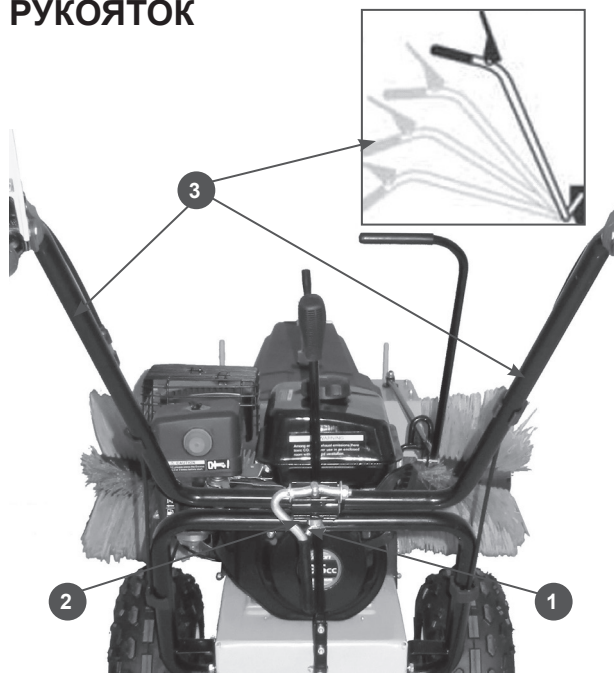

Рис.6
Перед началом работы отрегулируйте высоту рабочих рукояток соответственно вашего роста. Для этого ослабьте гайку (1) Рис.6, поднимите рукоятку (2) вверх. Установите рукоятку(3) в требуемое положение, опустите рукоятку (2) вниз, до упора и затяните гайку.